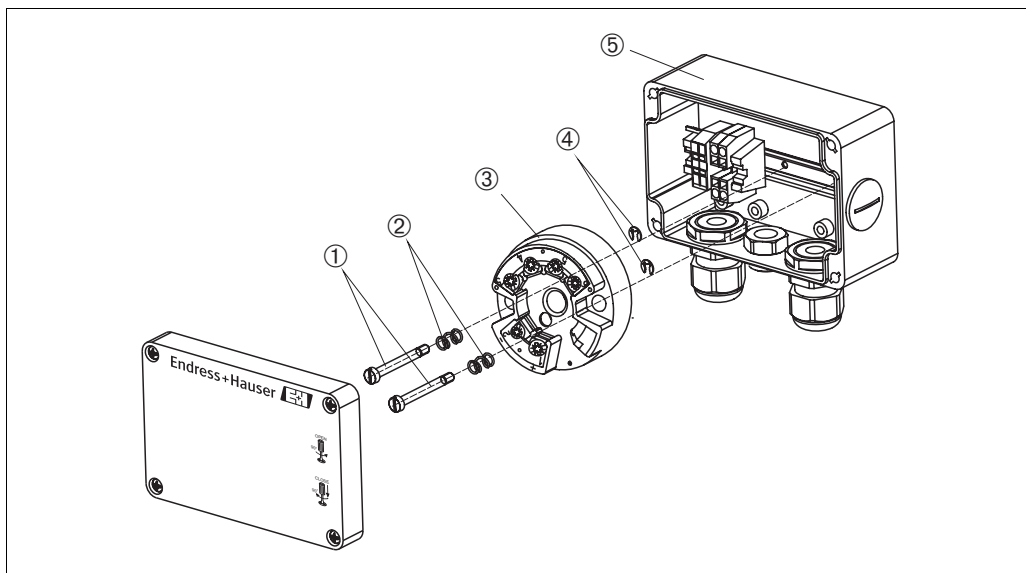

Fig. 6: Montage transmetteur de température en tête de sonde, représenté ici avec boîte de raccordement
5. Poser la douille de serrage (Pos. 4) autour du câble porteur (Pos. 1) selon fig. 6.